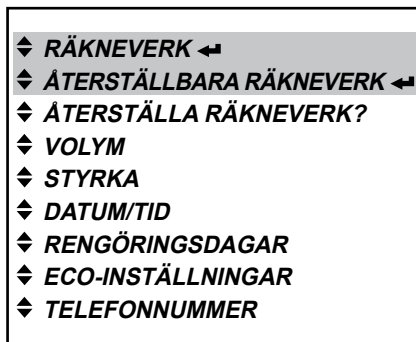

Bild 55
- Aktivera menyn «RÄKNEVERK» eller menyn «ÅTERSTÄLLBARA RÄKNEVERK» i administratörsläget och tryck på Enter för att öppna den (bild 55).